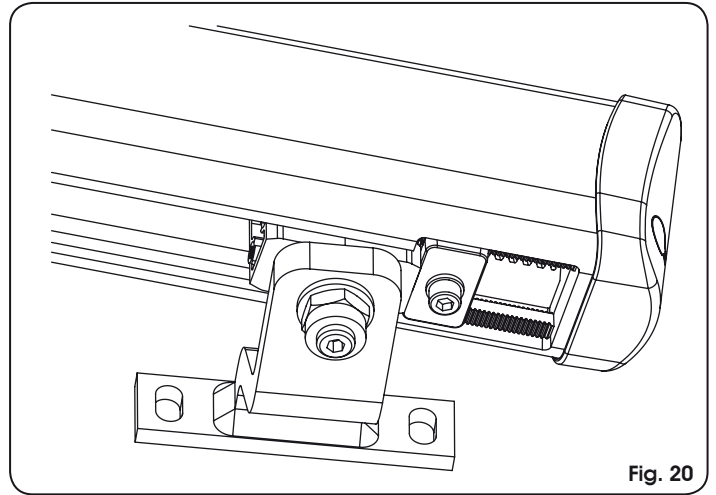

Fig. 20
- Den Anschlag in die Nähe des Anschlusses laut Abb. 20 schieben.